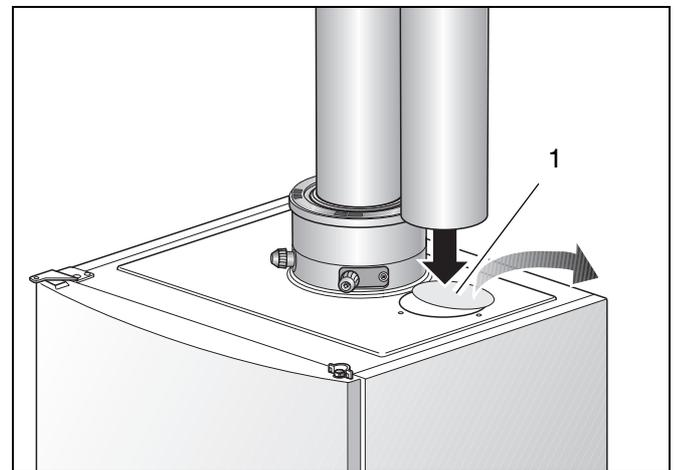

Fig. 24 Montaggio della tubazione di adduzione dell'aria.
- Rimuovere il tappo di guarnizione presente sulla parte superiore della caldaia (fig. 24, **pos. 1**).